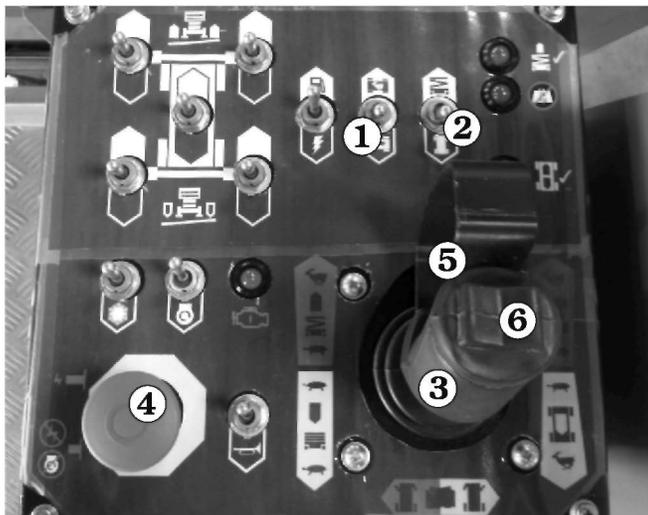

Abbildung 8.9
2. Stellen Sie den **Geschwindigkeits-Schalter 1** auf Schildkröte (langsam) (siehe Abbildung 8.9), wenn Sie nahe an anderen Objekten vorbeifahren oder die S3970RT / S3370RT / S2770RT aus anderen Gründen sehr langsam bewegen müssen.
3. Stellen Sie den **Anhebe-/Absenk-Wahlschalter 2** auf Fahrt ein (siehe Abbildung 8.9).
4. Drücken Sie die **Sicherheitssteuerung 5** gegen die **Steuerknüppel-Steuereinheit 3** (siehe Abbildung 8.9).
6. Für eine Rechts- oder Linkskurve drücken Sie den **Lenkungs-Kippschalter 6** oben an der **Steuerknüppel-Steuereinheit 3** und halten ihn gedrückt (siehe Abbildung 8.9).